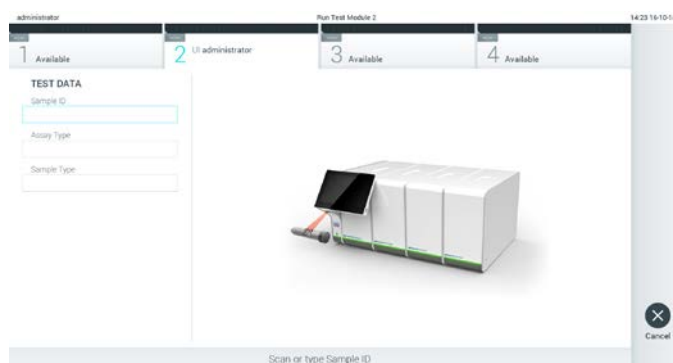

Figura 23. Digitalização do código de barras da Sample ID (ID da amostra).
2. Quando solicitado, digitalize o código de barras da Sample ID (ID da amostra), utilizando o leitor de código de barras integrado no módulo operacional (Figura 23).